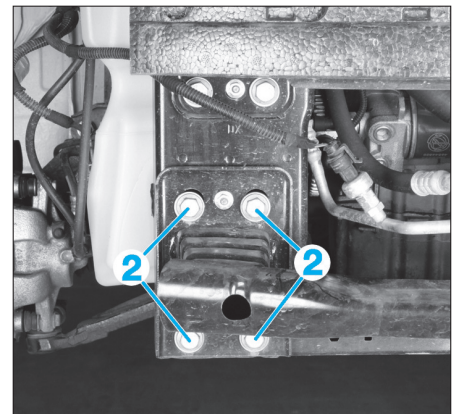

Fig. 13
- Déposer les vis (2) (Fig.13).